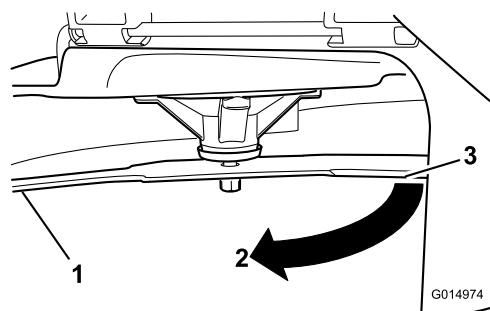

Figura 58
3. Distancia medida entre la cuchilla y la superficie (A)
4. Gire la misma cuchilla 180grados de manera que el otro extremo esté en la misma posición (Figura 58).